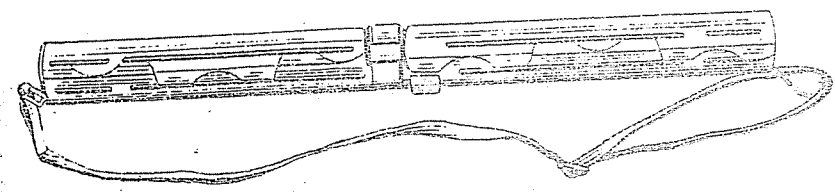

Рис. 56. Футляр для переноски горячего ствола
5. Положить вынутый ствол в футляр для охлаждения (рис. 56).